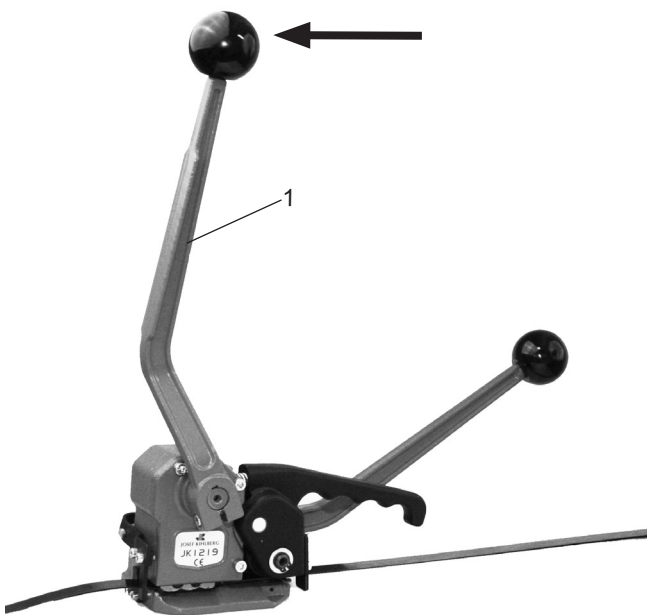

Fig. 5
- Nachdem die Bandspannung erreicht ist, Verschliesserhebel (Fig. 5/1) bis zum Anschlag umlegen. Die rechte Hand bleibt am Spannhebel zur Aufnahme der Gegenkraft. Das Band wird verschlossen und abgeschnitten.